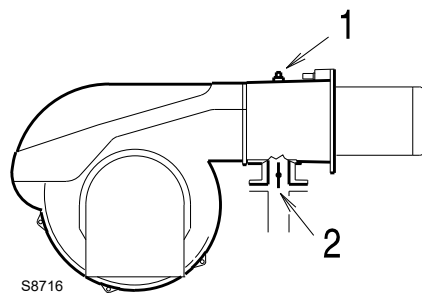

Fig. 24
Presiunea gazului măsurată la ieșirea 1)(Fig. 24), cu
Căderea de presiune a supapei fluture de gaz 2)(Fig. 24) cu deschidere maximă: 90°.
- scădeți presiunea din camera de ardere din presiunea gazului la orificiul 1)(Fig. 24).
Presiunea gazului la racordul 1)(Fig. 24) = 16,0 mbar
Pentru a afla presiunea de gaz necesară la racordul 1)(Fig. 24), setați puterea maximă de modulare la care doriți să funcționeze arzătorul:
- Citiți în dreapta, coloana 1, presiunea la robinetul 1)(Fig. 24).
presiunea necesară la racordul 1)(Fig. 24).